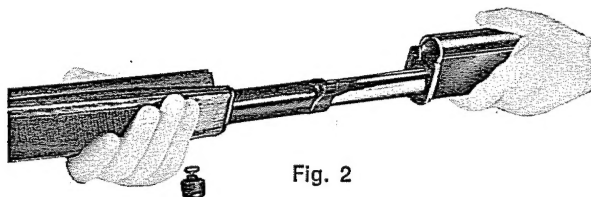

Fig. 2
- 2 — Sfilare l'asta (tav. 1° - I) con movimento rettilineo in avanti (fig. 2).
- 2 - slide fore-end forward off magazine tube (I - Table 2) (fig. 2).
- 2 - *séparer le devant en le tirant vers l'avant le long du tube magasin (fig. 2 - table 2 - pièce I)*